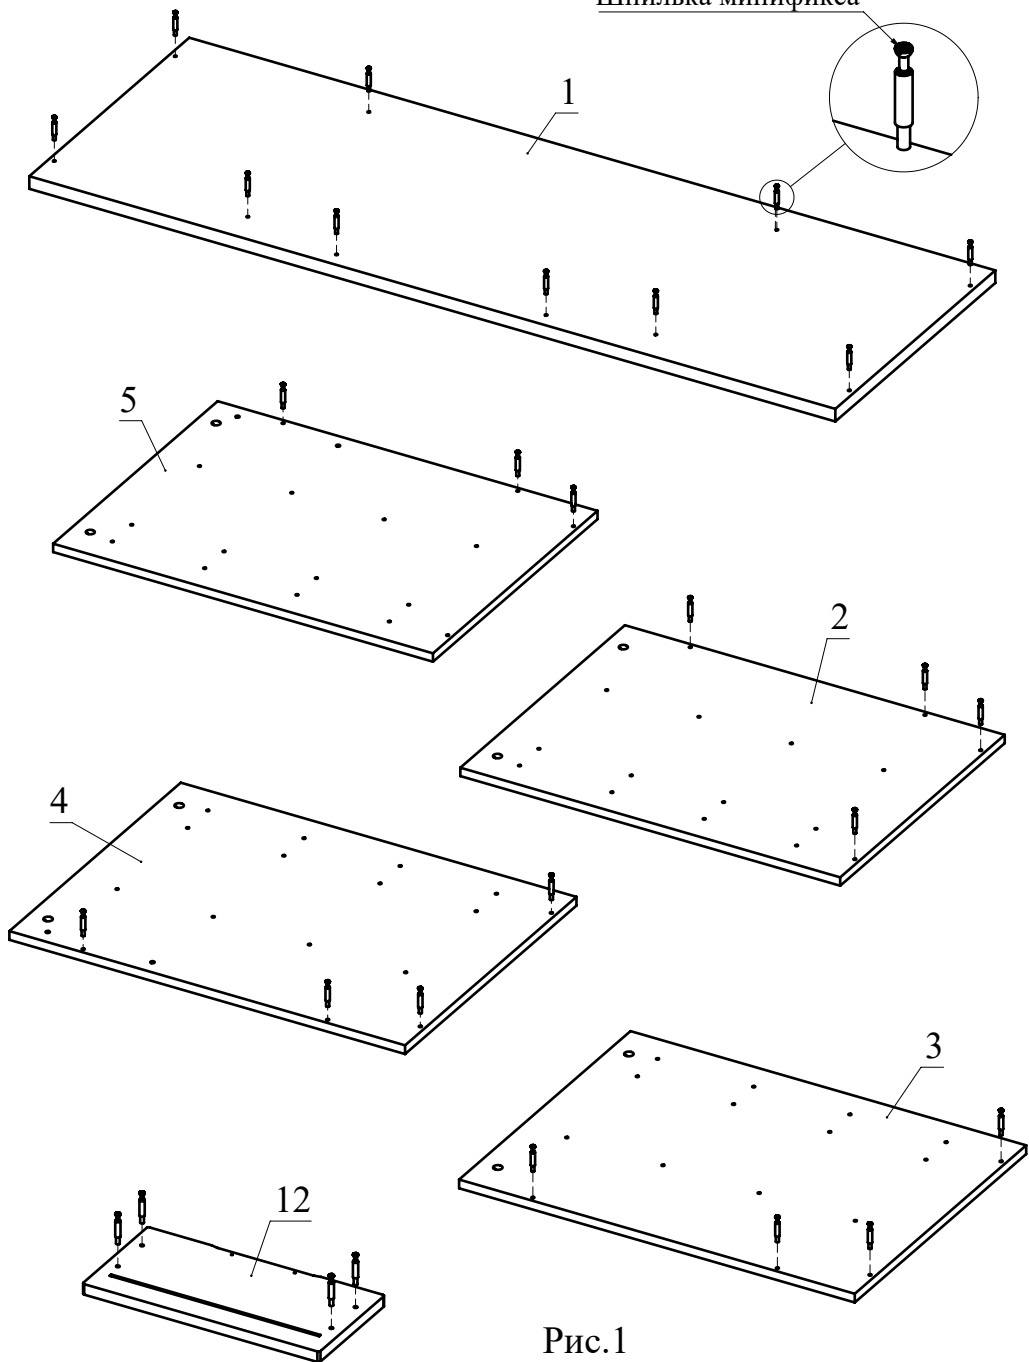

Рис.1
1. Вкрутите шпильки минификсов в детали 1, 2, 3, 4, 5, 12 (Рис. 1).